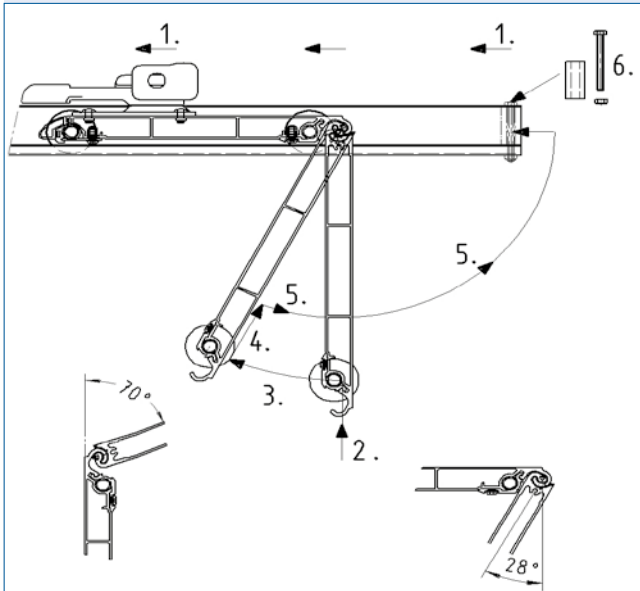

Abb. 2.4.1
- Nehmen Sie ein Mittelpaneel mit eingesetzten Laufrollen und Scheiben, wo diese vorgeschrieben sind. Drücken Sie dieses nach oben, bis die Nut des Scharniers in den Haken, des sich in der Schiene befindenden Paneels, eingreift. Halten Sie die Rollen mit der offenen Hakenseite nach unten zur Türöffnung hin (Abb. 2.4.1). **Die Paneele dürfen keinen seitlichen Versatz aufweisen, damit sich das Gelenk problemlos zusammenfügen lässt.**